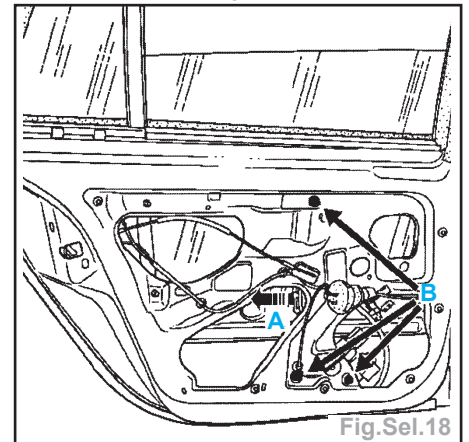

Fig.Sel.18
- l'agrafe de fixation de vitre (A), dégager la vitre des axes de chariot d'entraînement du lève-vitre.
- Déposer les trois vis M6 de fixation du mécanisme (B) (Fig.Sel.18).